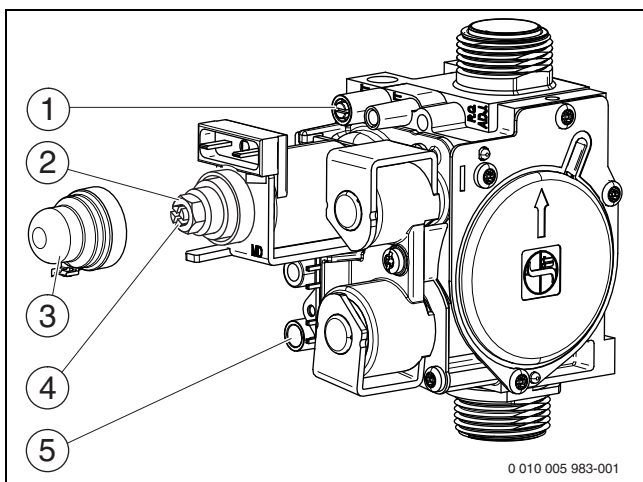

Рис. 32 Газовая арматура
- ▶ Отверните уплотнительный винт штуцера измерения давления на форсунках (рис. 32, [1]) и подсоедините U-образный манометр.
- ▶ Снимите крышку (рис. 32, [3]).
- ▶ Значение «max» давления (мбар) на форсунках приведено в таб. на стр. 47. Установите давление на форсунках регулировочным винтом максимального расхода газа (рис. 32, [2]). Поворот направо - больше газа, поворот налево - меньше газа.
- ▶ Значение «min» давления (мбар) на форсунках приведено в таб. на стр. 47. Установите давление на форсунках регулировочным винтом минимального расхода газа (рис. 32, [4]).
- ▶ Выключите котёл и закройте газовый кран, отсоедините U-образный манометр и заверните уплотнительный винт (рис. 32, [1]).
- ▶ Отверните уплотнительный винт на штуцере измерения подаваемого давления газа (рис. 32, [5]) и подсоедините манометр.
- ▶ Установите и опломбируйте крышку (рис. 32, [3]).